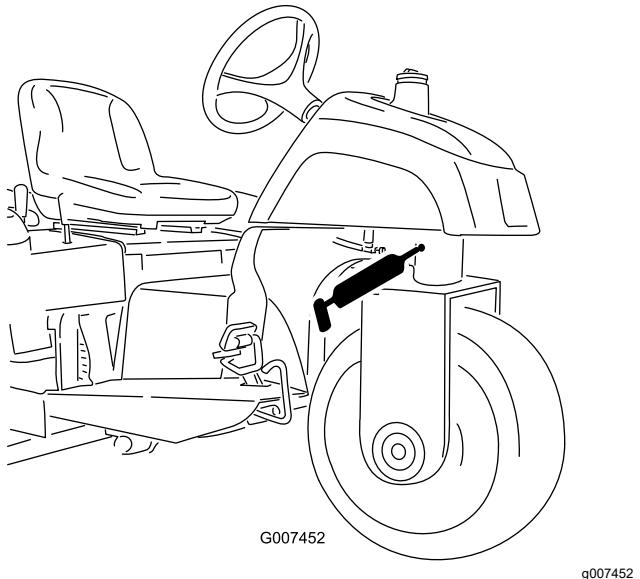

Figura 23
- Pivote de dirección (Figura 23)
Nota: El acoplamiento engrasado del pivote de dirección (Figura 23) requiere el uso de un adaptador de boquilla en la pistola de engrasar. Solicite la Pieza Toro N.º 107-1998 a su Distribuidor Autorizado Toro.